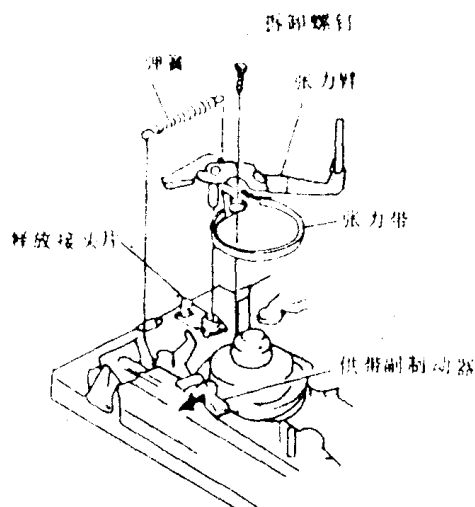

图 1-29
②安装时请检查荷载托架组件的凸起部有否插在滑子中。
(8) 拆卸张力臂/张力带
步骤:①拆卸张力臂和弹簧座之间的弹簧,如图 1-29 所示。
②拆卸张力带固定用螺钉。
③释放张力臂的配件,将供带副制动器向箭头方向移动,卸下张力带和张力臂。
(9) 拆卸带盘驱动齿轮